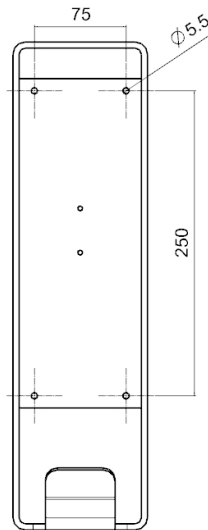

Bild 12: KONTAKTHÅLLARRAM
- Då installationen slutförts kan metallramen åter placeras på skåpet. "Scame"-logotypen måste placeras överst på höger sida som bild 12 visar.